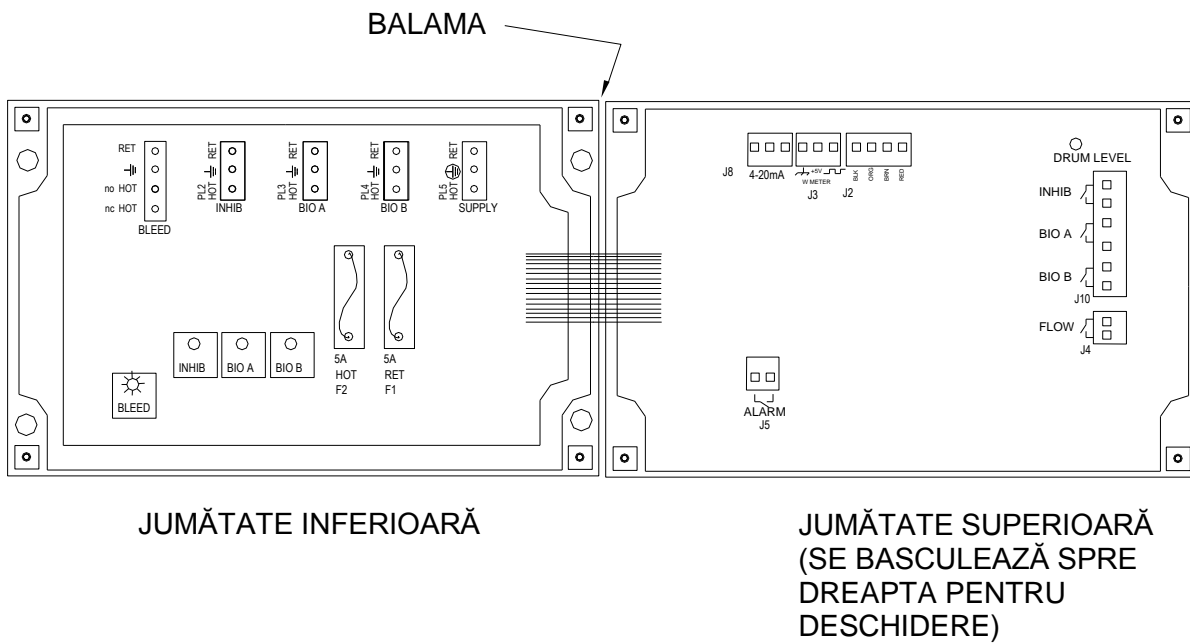

Fig. 2
Slăbiți cele patru (4) șuruburi de pe partea frontală a controlerului și basculați cu atenție partea superioară a carcasei spre dreapta (Fig. 2).